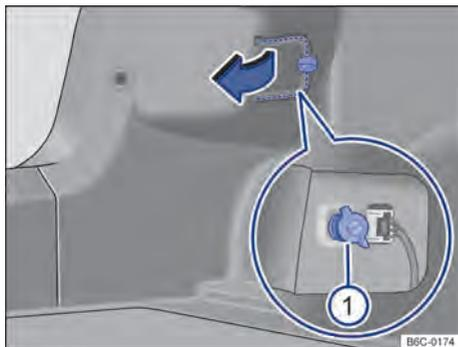

Fig. 132 No compartimento de bagagem: desinstalar cobertura e retirar o parafuso borboleta ① (lupa).
3. Para abrir a cobertura da lanterna, girar a trava → Fig. 132 (seta).
5. Soltar o parafuso borboleta ① (lupa) e retirá-lo, segurando, ao mesmo tempo a lanterna traseira.
6. Puxar cuidadosamente a lanterna traseira para fora, para desencaixá-la da carroceria → ①.
18. Segurar a lanterna traseira na posição de montagem com uma das mãos e aparafusar com a outra o parafuso borboleta → Fig. 132 ①.